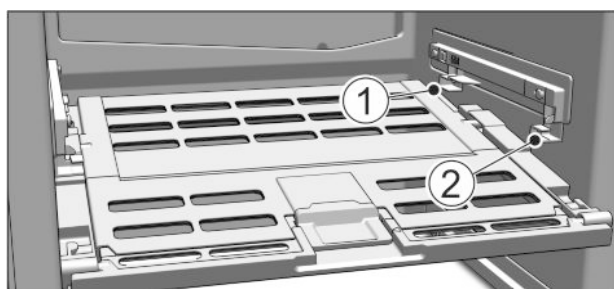

Fig. 75
- ▶ Inserire il coperchio cassetto Safe per frutta e verdura: inserire le nervature del coperchio dal basso nel supporto inferiore Fig. 75 (1) e inserire anteriormente nel supporto Fig. 75 (2).